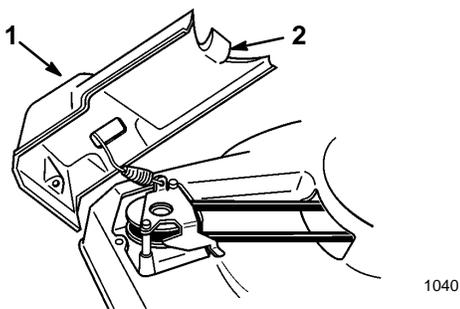

Figure 31
2. Relever le carter de courroie sur le côté (Fig. 31) et enlever les débris accumulés en dessous et dans la gorge de la poulie.